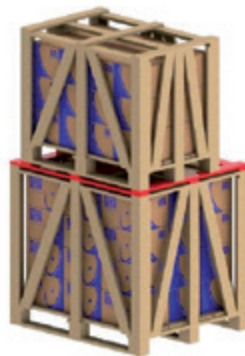

Bild 5.5 - Einsatz von zusätzlichen Leisten zum stapeln von lattenkisten
4. Soll eine kleinere Kiste auf eine größere gestapelt werden, müssen Querleisten zwischen den Kisten gelegt werden, wenn die untere Kiste nicht das Gewicht der oberen kleineren Kiste trägt (siehe Bild 5.5). Diese Situation kommt allgemein bei der Stapelung von Lattenkisten ab den Baugrößen IEC 225S/M (NEMA 364/5T) Baugrößen vor.